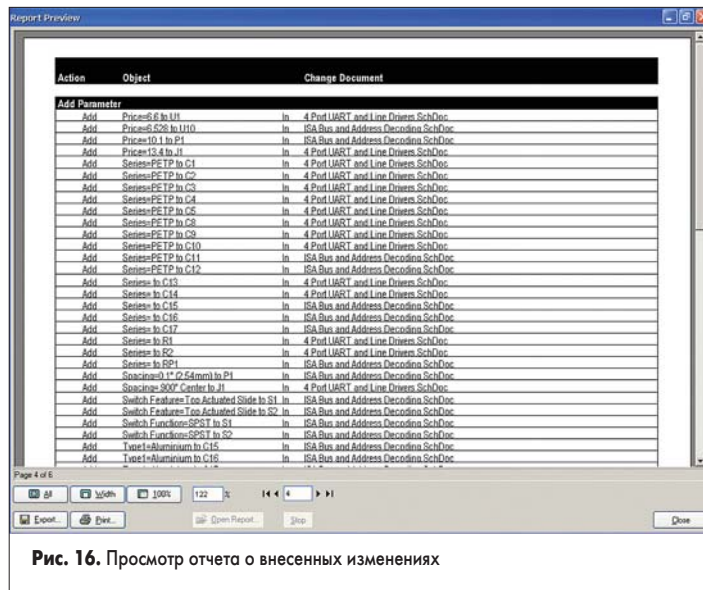

Рис. 16. Просмотр отчета о внесенных изменениях
52. Нажмем кнопку Report Changes. На экране появится окно Report Preview с отчетом о выполненных изменениях (рис. 16). При необходимости этот отчет можно сохранить в файл или распечатать.